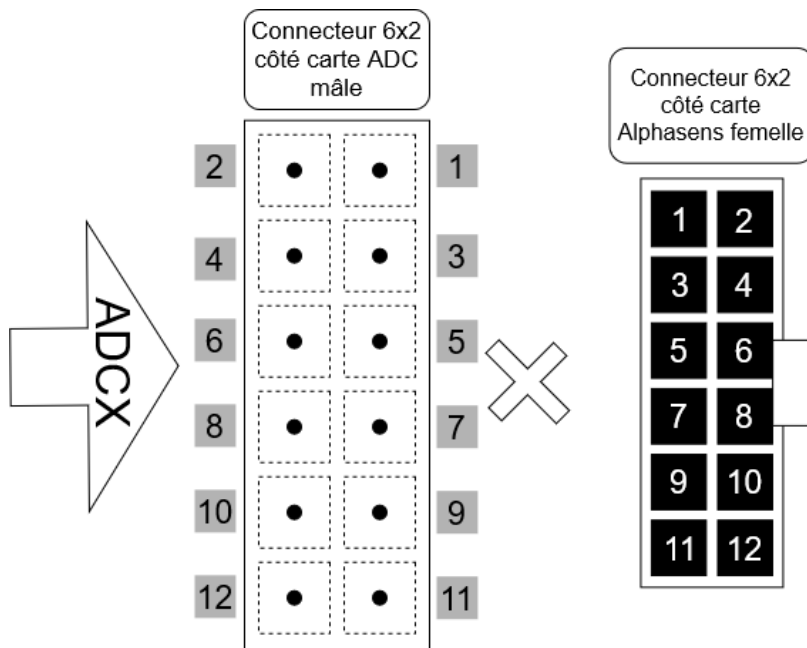

Figure 6
- Soudé les fils à l'aide des repères en figure 6
- Ecrire ADC et une flèche du même coté que la figure 6,(faire aussi une croix a l'opposé)